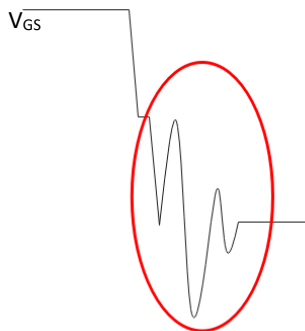

图8-4 栅极振铃现象
- 1) 栅极信号振铃，导致 MOS 损坏（如图 8-4 所示）；